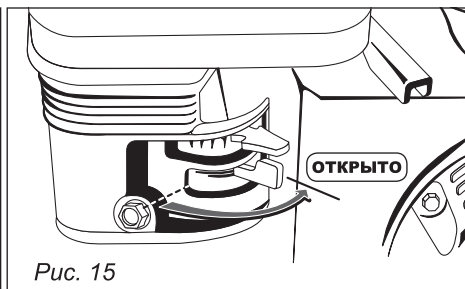

Рис. 15
2. Откройте топливный кран (рис. 15).